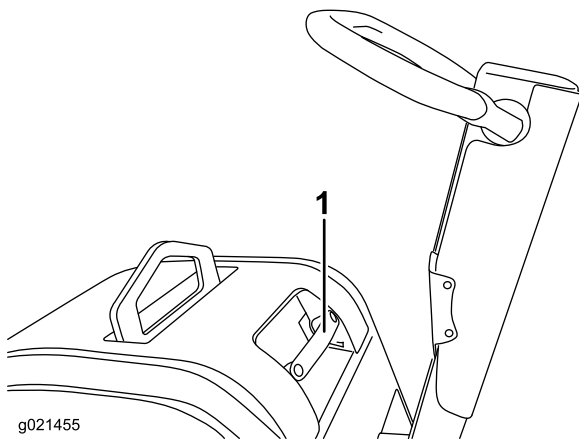

Figura 8
3. **Modelos 68072 y 68073 solamente:** levante la tapa (Figura 8).
2. **Modelos 68072 y 68073 solamente:** levante la tapa (Figura 8).